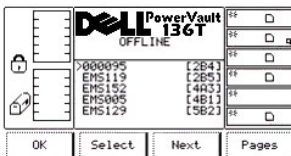

Figure 50. Command > Mailbox > Export > Dialogue Export Select
- 1 Si la touche de fonction **Select** est enfoncée, le curseur de sélection s'affiche à côté du premier objet de la liste. Reportez-vous à la Figure 50.